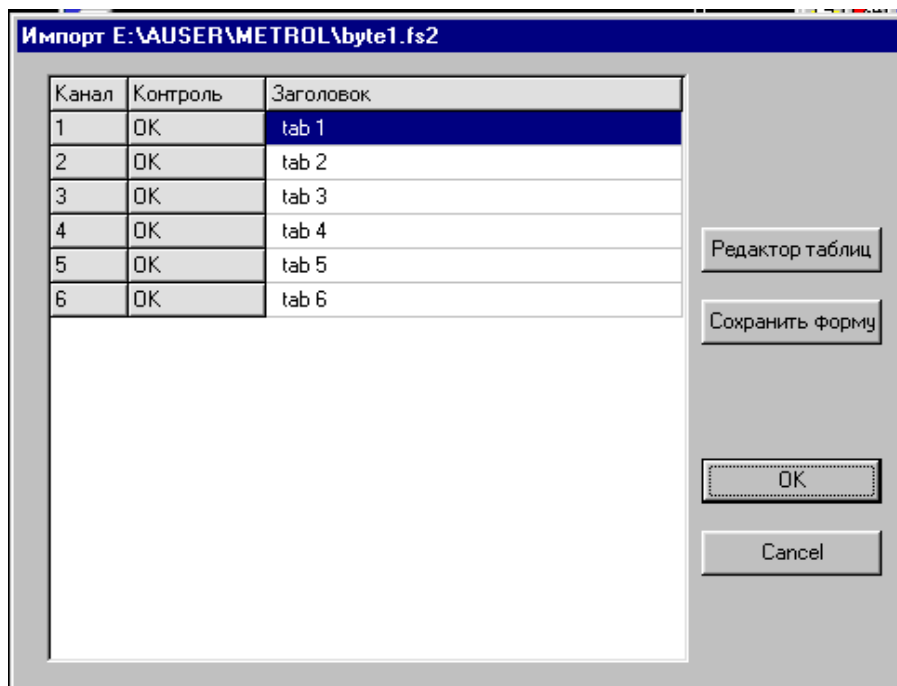

Рисунок 3.3 — Окно “Импорт формы” с корректными данными
3.2.2 В окне “Импорт формы” (рисунок 3.3) таблицы представлены в виде списка, аналогичного списку главной формы.